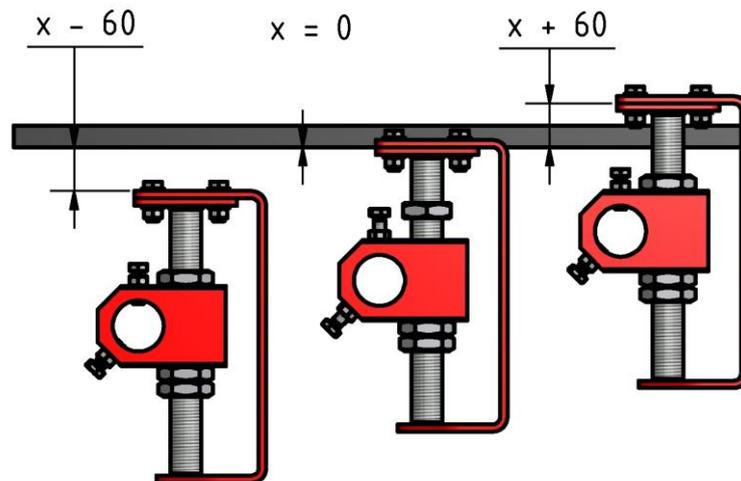

Bild 7
1. Nach festlegen der Montagestelle an der Bandanlage sind die passenden Montagebohrungen für die Schrauben M16 herzustellen, bzw. die vorbereiteten Montagewinkel / Montagekonsolen anzuschrauben oder anzuschweißen. Die Vorgaben für die Entfernung der Montageplatte der Spindelspannvorrichtung **Pos. 25** zu der Trageite des Fördergurtes **X** muss dabei mit berücksichtigt werden. **Siehe Bild 7**. Wird die Entfernung **+/- 60 mm** nicht angehalten dann kann die Hartmetalleiste nicht richtig montiert werden.